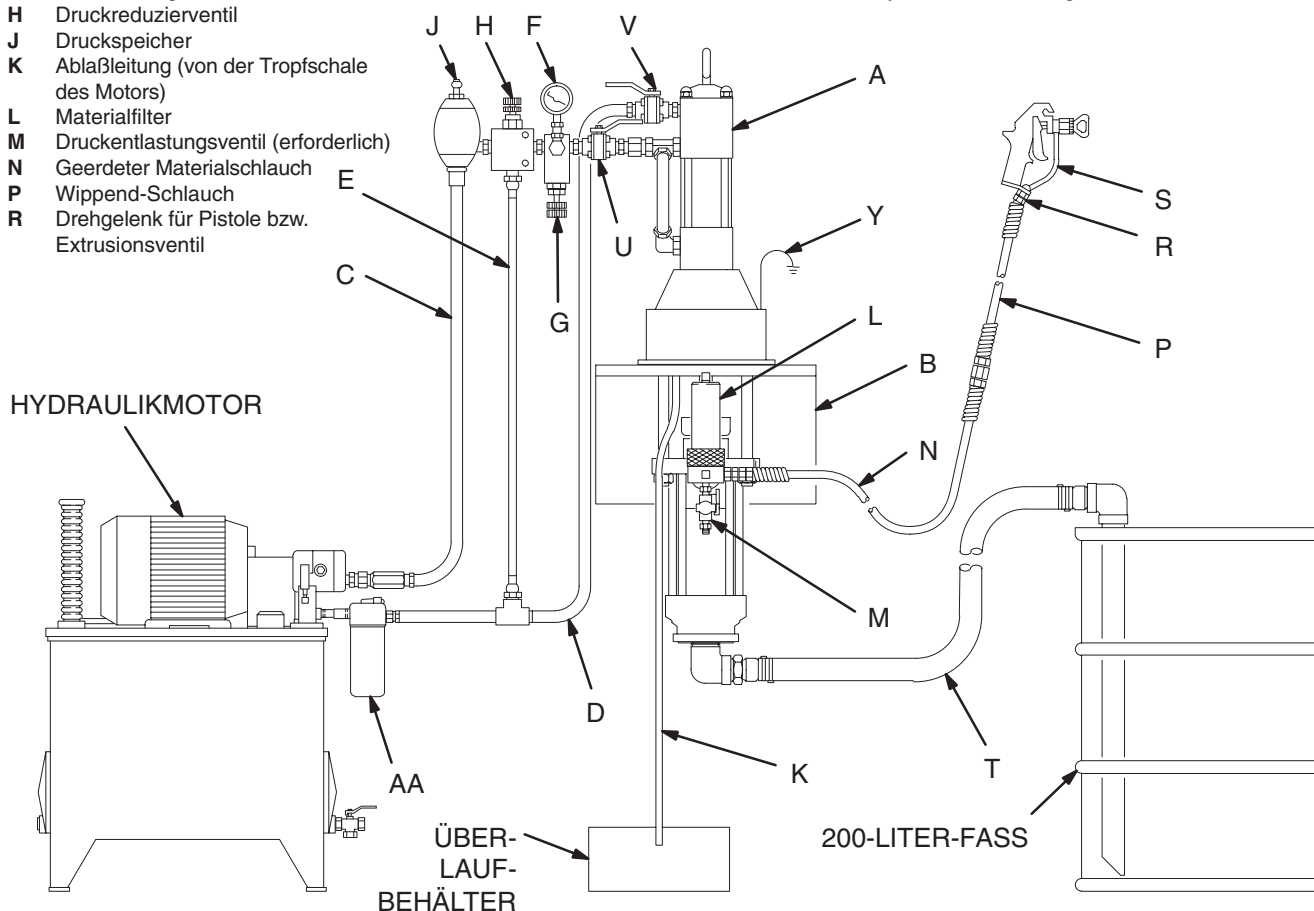

Abb. 4
Abb. 4 stellt nur eine Hilfe für die Auswahl und den Einbau von Systemkomponenten und Zubehörteilen dar. Ihr Graco-Händler hilft Ihnen gerne bei der Zusammenstellung eines Systems, das Ihren jeweiligen Anforderungen entspricht.
Die Montage der Pumpe (A) muß der geplanten Installation des Systems entsprechen. Abb. 4 zeigt ein System, das auf einem Fahrgestell montiert ist. Für Pumpenabmessungen und Montagebohrungen siehe Seite 43 und 44.
Bei der Hydraulikzufuhrleitung (C) die folgenden Zubehörteile an den in Abb. 4 gezeigten Stellen installieren und bei Bedarf Adapter verwenden:
- **Ein Startventil (U)** zum Isolieren der Pumpe bei Wartungsarbeiten.
- **Ein Materialdruck-Manometer (F)** zur Überwachung des Hydrauliköldruckes in der zum Motor führenden Leitung und zur Vermeidung einer zu hohen Druckbeaufschlagung von Motor oder Unterpumpe, sowie einen **druck- und temperatenausgleichenden Durchflußregler (G)**, um den Motor vor zu schnellem Laufen und somit vor einer Selbstbeschädigung zu schützen.
- **Ein Druckreduzierventil (H) mit einer Ablaßleitung (E)**, die direkt in die Hydraulik-Rücklaufleitung mündet (D).
- **Ein Druckspeicher (J)** zur Reduzierung des durch die Richtungsumkehr des Motors verursachten Pulsation.
Bei der Hydraulikrücklaufleitung (D) die folgenden Zubehörteile in der in Abb. 4 gezeigten Reihenfolge installieren und bei Bedarf Adapter verwenden:
- **Ein Startventil (V)**, das die Pumpe für Wartungsarbeiten isoliert.
- **Ein Filter (AA)** mit 10 Mikron (400 Mesh).
Die folgenden Zubehörteile an den in Abb. 4 gezeigten Stellen installieren und bei Bedarf Adapter verwenden:
- **Einen Materialfilter (L)** mit einem 60 Mesh (250 Mikron) Element aus Edelstahl zum Filtern von Partikeln aus dem Material, wenn dieses aus der Pumpe austritt. Der Filter enthält einen **Druckentlastungshahn (M)**, der im System zum Entlasten des Drucks in Schlauch und Pistole benötigt wird (siehe **WARNUNG** links).
- **Eine Pistole oder ein Dosierventil (S)** zum Auftragen bzw. Ausstoßen des Materials. Die in Abb. 4 gezeigte Pistole ist eine Airless-Spritzpistole für Materialien mit leichter bis mittlerer Viskosität.
- **Ein Pistolendrehgelenk (R)** gibt der Pistole mehr Bewegungsfreiheit.
- **Ein Ansaugsatz (T)** ermöglicht es der Pumpe, Material aus einem 200-Liter-Faß anzusaugen.